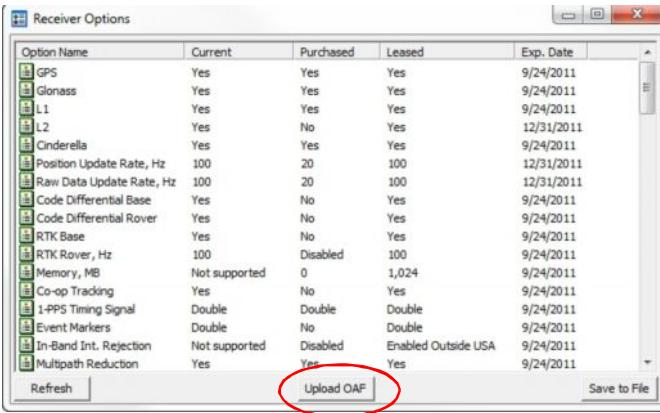

Рис. 10: Опции приемника
3. Нажмите пиктограмму Опции в главном окне. Откроется окно Опции приемника (Рис. 10), позволяющее просматривать текущие опции авторизации и загружать новые.
2. Нажмите Загрузить ОАФ в нижней части окна Опции приемника (см. Рис. 10).